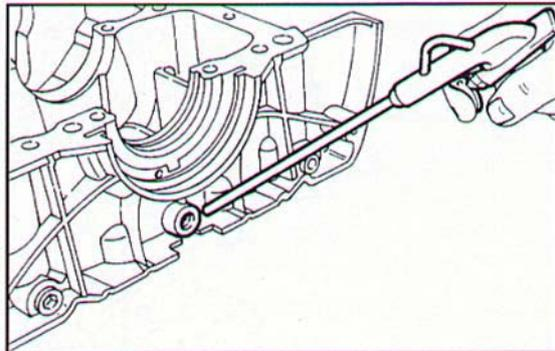

Fig. 98 ▲
- pulire con astina a punta elicoidale le condutture olio, quindi soffiare con aria compressa (Fig. 98);
- clean the oil ducts with the rod with helix tip, then blow some compressed air through (Fig. 98);